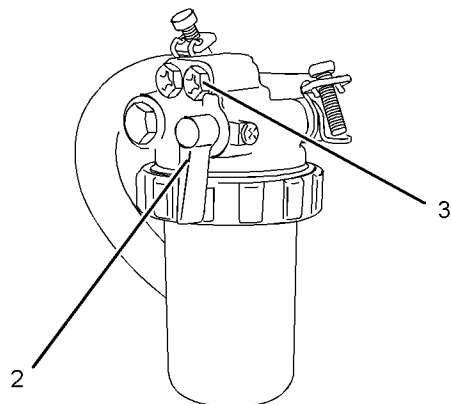
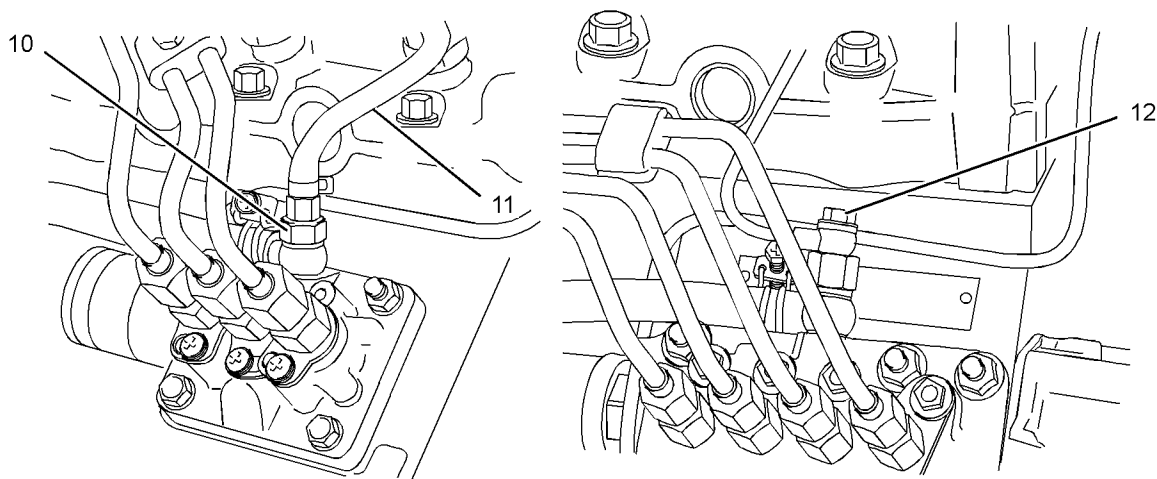

Рис. 51
Рис. 55
1. Убедитесь, что топливный клапан (2) топливного фильтра с фильтрующим элементом находится в положении ВКЛ. См. рисунок 51 .
3. Поработайте ручным топливоподкачивающим насосом (6). Когда через прокачной винт потечет топливо без воздуха, затяните прокачной винт.
4. Ослабьте соединение (10 или 12) на топливном насосе высокого давления. См. рисунок 55 .
3. Поработайте топливоподкачивающим насосом в магистрали (7). Когда через прокачной винт потечет топливо без воздуха, затяните прокачной винт.
3. Дайте поработать электрическому топливоподкачивающему насосу (8). Когда через прокачной винт потечет топливо без воздуха, затяните прокачной винт. Выключите электрический топливоподкачивающий насос.
3. Поработайте топливopерекачивающим насосом (9). Когда через прокачной винт потечет топливо без воздуха, затяните прокачной винт. Выключите топливopерекачивающий насос.